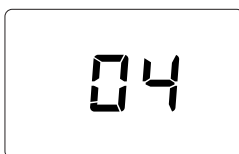

fig. 5- Ligação/Versão do software
- Durante os primeiros 5 segundos, o visor apresenta a versão do software da placa (fig. 5).